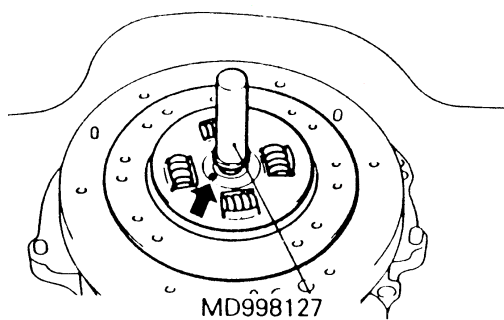

图 3-9 安装离合器片
(1) 安装离合器片时，对离合器片花键涂敷所规定的润滑脂。所规定的润滑剂为三菱牌润滑脂产品号 0101011 或相当的品种。
(2) 如图 3-9 所示，用专用工具将离合器片装到飞轮上。